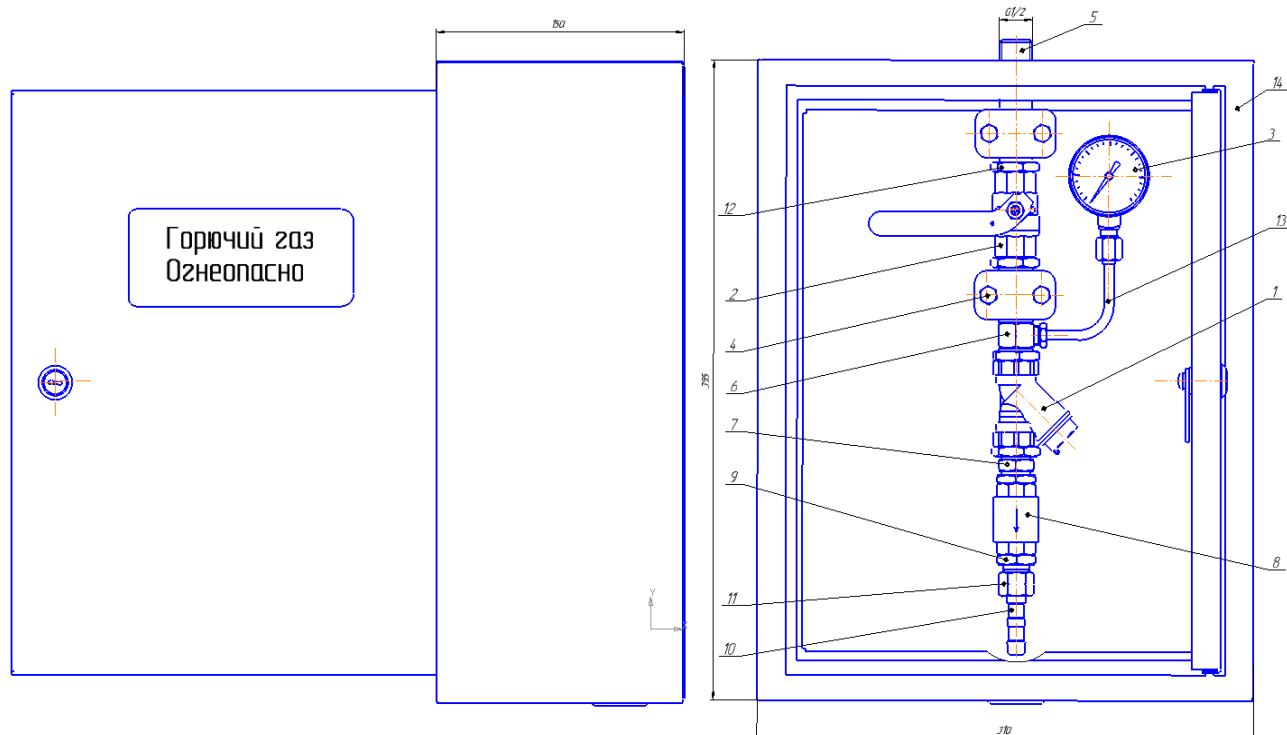

Рис. 1. Пост газоразборный ПГГ-10-з
4.1 Внешний вид поста показан на рис. 1